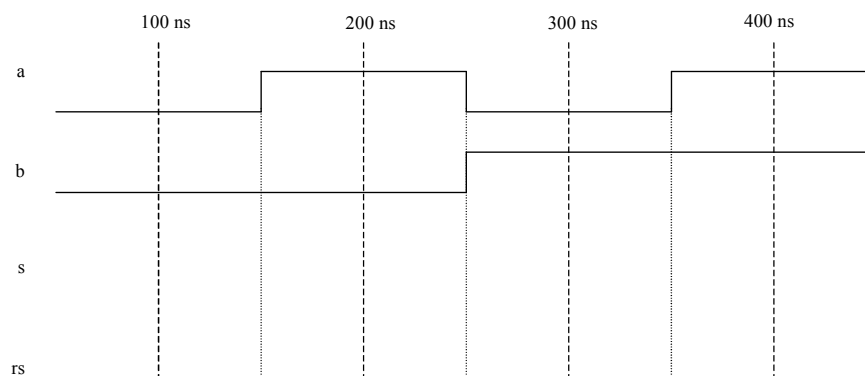

Figure 2. Chronogrammes d'entrées et de sorties (à compléter) du composant *demi\_add*
1. Complétez les chronogrammes de sorties  $s$  (somme) et  $rs$  (retenue sortante) dans la Figure 2 et confrontez les avec le tableau de vérité du demi-additionneur.